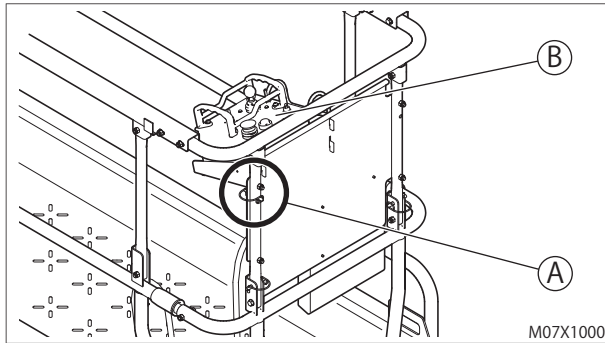

Abb. 8-8
- (1) Senken Sie die Plattform ganz ab und verriegeln Sie die Plattformverlängerung.
- (2) Schließen und verriegeln Sie den Plattformeinstieg.
- (3) Ziehen Sie den Arretierstift A (siehe Abb. 8-8), mit dem das Plattformbedienpult (Abb. 8-8, B) am Sicherheitsgeländer befestigt ist, heraus. Nehmen Sie das Bedienpult vom Sicherheitsgeländer ab und legen Sie es auf den Boden der Plattform.